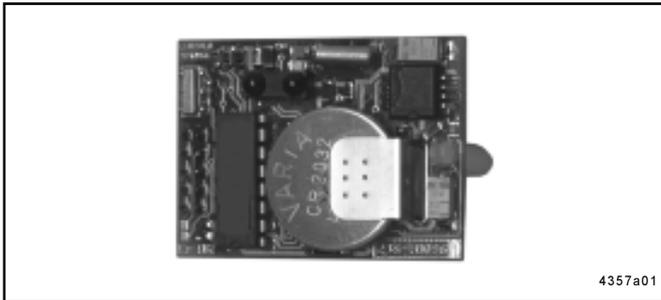

Abb. 3 - Datenloggermodul
- Die Steuerung ist als integrierte Steuerplatine MDF 00 (2, Abb. 3) im Gehäuse der Pumpe, hinter der Folientastatur eingesetzt.
- Der Datenlogger (1) ist auf die Steuerplatine aufgesteckt.